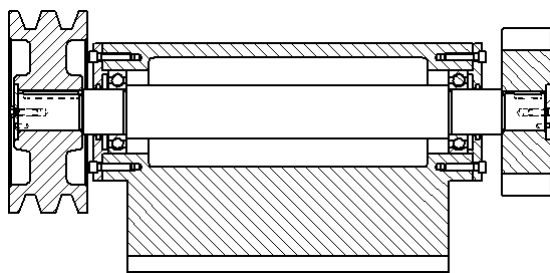

图 10.5.11 显示隐藏边
(3) 显示隐藏边。右击基本视图中的主视图，在弹出的快捷菜单中选择  **属性** 命令，系统弹出“高质量视图属性”对话框；在 **零件明细表(P)** 区域选中 **六角头螺栓.par:1**、**六角头螺栓.par:2**、**圆柱销.par:1**、**圆柱销.par:2**、**平键1.par:1**、**平键2.par:1**、**阶梯轴.par:1**，然后选中 **选定零件的显示** 区域中的 ☒ **隐藏边样式(H)** 复选框，单击 **确定** 按钮，单击 **图纸视图** 区域中的“更新”命令 ，结果如图 10.5.11 所示。